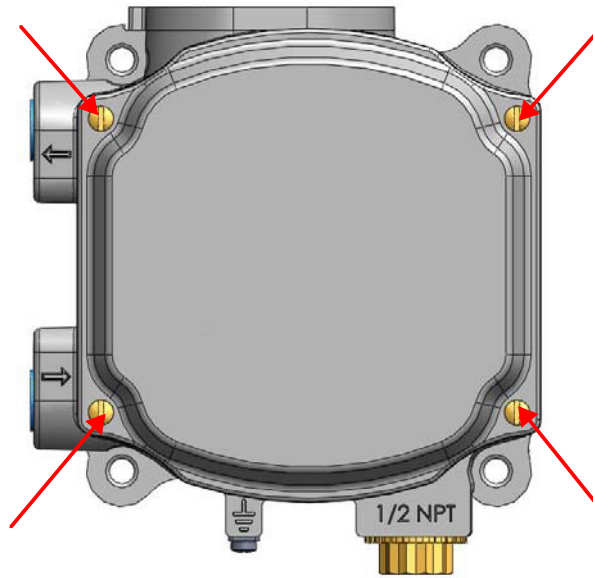

Figura 23 - Cubierta frontal
1. Afloje los cuatro (4) tornillos de la cubierta y retire la cubierta del SVi1000 (Figura 23).